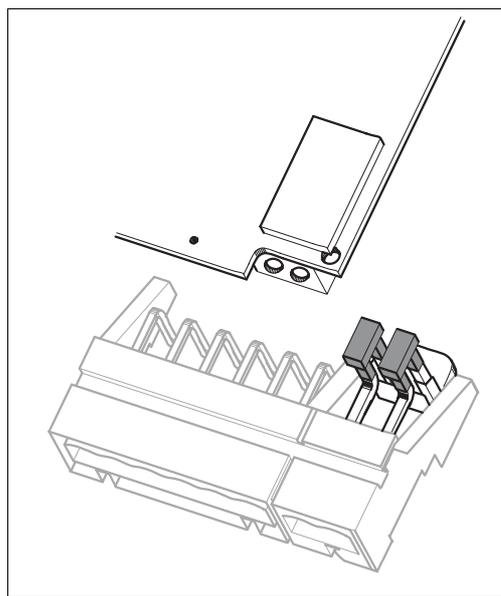

Fig. 29: Modulo di ingresso pH nel coperchio della custodia con ponticelli per la connessione di sensori ISFET
6. Fissare i ponticelli inclusi nella fornitura come illustrato in fig. 29.